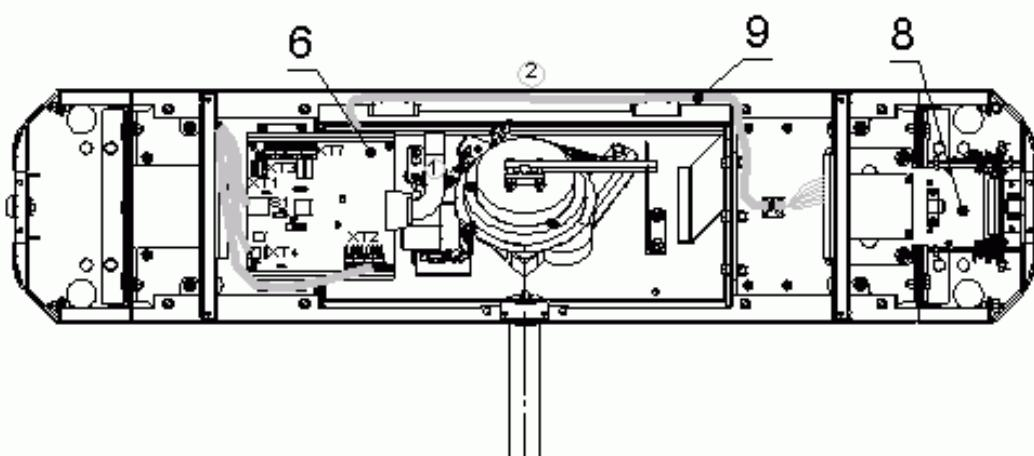

Рисунок 7 — Схема прокладки кабелей в стойке КТС01.3:
Для переустановки механизма картоприемника (8, рис.7) на противоположную сторону, т.е. на сторону считывателя А3 (см. рис.7), необходимо выполнить следующие действия:
- снимите крышку (3) в порядке, указанном в разделе 6.1;
- извлеките контейнер картоприемника (12), открыв замок (13);
- извлеките заглушку (14) с противоположной стороны, открыв замок (15);
- демонтируйте торцевые крышки (9, 10); каждая крышка крепится двумя винтами M4x16 и двумя шурупами Ø4,2x19 снизу со стороны контейнера (12) или заглушки (14); кабели считывателей, находящихся внутри торцевых крышек, от платы контроллера (6, рис.7) не отсоединяйте;
- демонтируйте заглушку (11) из торцовой крышки (9) и установите ее в торцовую крышку (10); заглушка крепится двумя шурупами Ø2,9x9,5;
- отсоедините кабель картоприемника (9, рис.7) от платы картоприемника А1;
- подсоедините кабель картоприемника (9, рис.7) к плате картоприемника согласно схеме рис.А.1 (см. приложение А) и рис.3.2;
- установите в рабочее положение контейнер картоприемника (12) со стороны механизма картоприемника, а заглушку (14) — с противоположной стороны;
- установите крышку (3) в рабочее положение (см. раздел 6.1)